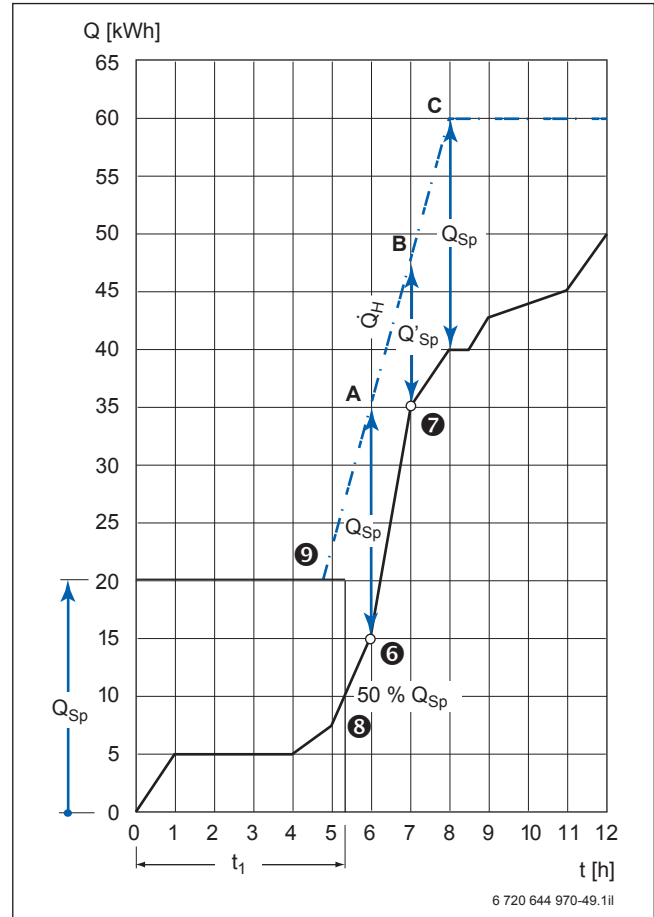

Bild 62 Konstruieren der Heizlinie im Wärmeschaubild
Die Speicherkapazität  $Q_{Sp}$  ist entsprechend dem kurzzeitigen Spitzenbedarf zwischen den Bedarfspunkten ⑥ und ⑦ aus dem Wärmeschaubild Bild 62 gewählt und beträgt:
Bei einer gewählten Speichertemperatur  $\vartheta_{Sp} = 60 \text{ }^\circ\text{C}$  und der Zapftemperatur  $\vartheta_{WW} = 40 \text{ }^\circ\text{C}$  darf die Speicherkapazität nicht unter  $Q'_{Sp} = 12 \text{ kWh}$  abfallen. Damit liegen die Punkte A und B fest (→ Bild 62).
Die benötigte Speicheraufheizleistung (Dauerleistung) ist mit Hilfe der Grundformel 73 (→ Seite 184) aus den Kapazitätswerten des Gesamtbedarfs (→ Bild 62, Punkt C) und der vollständigen Entladung des Speichers (Punkt A) sowie den dazugehörigen Zeiten zu berechnen: